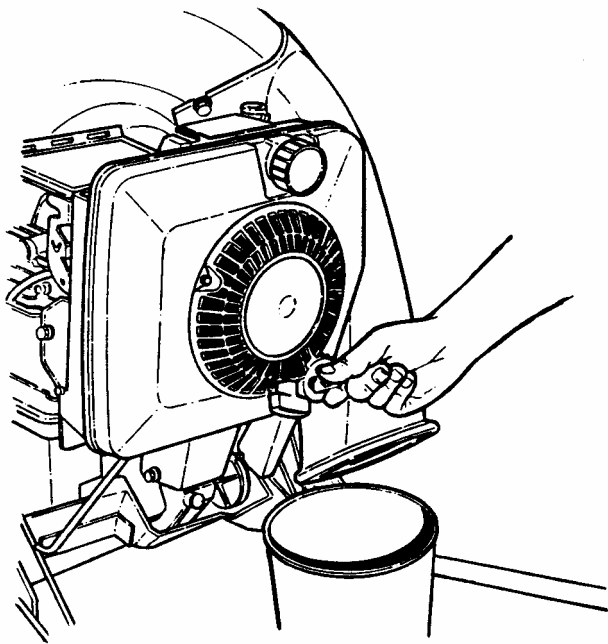

FIGURE 3.1
2. La manière la plus simple et la plus propre pour changer l'huile est de desserrer les papillons des mancherons inférieurs et de pencher la tondeuse sur les mancherons inférieurs, comme illustré sur la figure 3.1. Vidangez l'huile par le bouchon de remplissage et récupérez-la dans un récipient approprié.